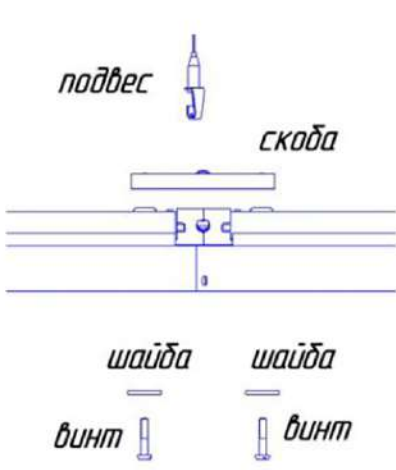
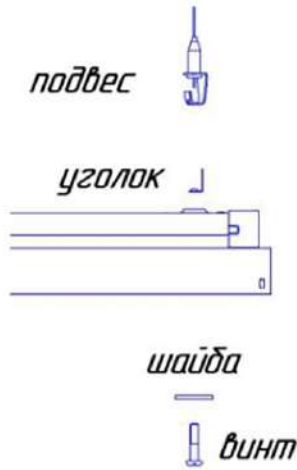

Рис. 8
Рис. 9
5.8. В случае необходимости соединения светильников в линию, для соединения соседних светильников руководствуются рис.8 и 10, где скоба приворачивается к светильнику с помощью прилагаемых шайб и винтов, а отражатели соединяются фиксаторами. К крайнему в линии светильнику приворачивают уголок с помощью винта и шайбы Рис.9. Полученная конструкция вывешивается на необходимую высоту с помощью прилагаемых подвесов.